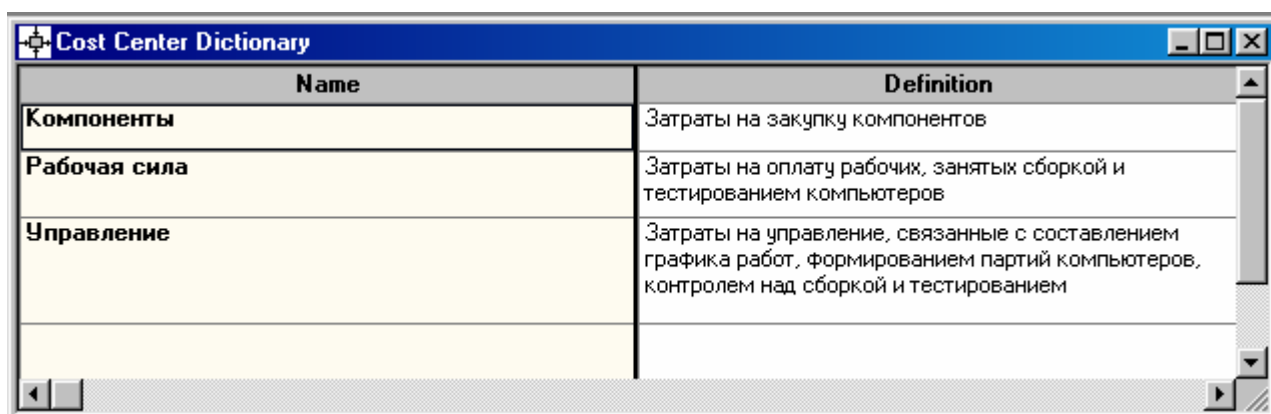

Рисунок 10.4 – Заполненное окно *Cost Center Dictionary*
3. Вид окна *Cost Center Dictionary* после внесения название и определение центров затрат (рисунок 10.4) (обратите внимание на то, что центры затрат упорядочились по алфавиту).